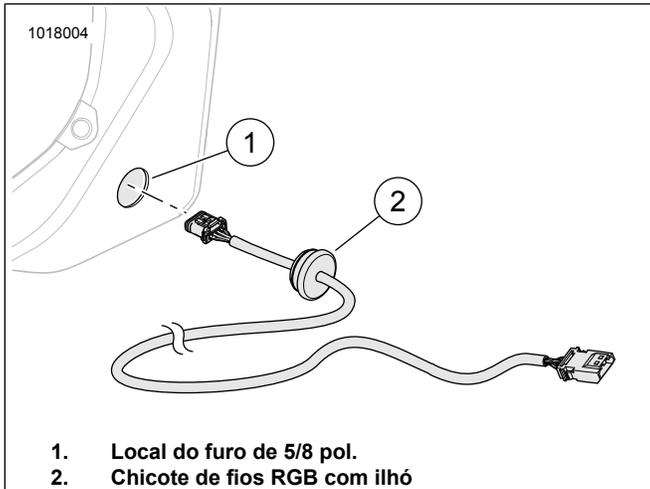

Figura 27. Instalação do chicote de fios RGB
Veja a figura 27. No lado interno da nacela do alto-falante, insira a extremidade macho do chicote de fios com o ilhó (2). Pressione o ilhó dentro do furo de 16 mm (5/8 pol.) (1) primeiro inserindo uma extremidade cônica do ilhó dentro do furo. Quando corretamente instalada, a parte externa do ilhó deve ficar encostada na parte externa da nacela do alto-falante. Pressione o perímetro do ilhó para que ele fique no lugar.